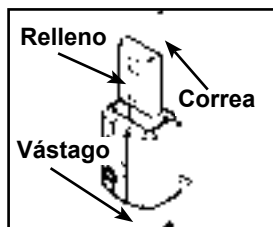
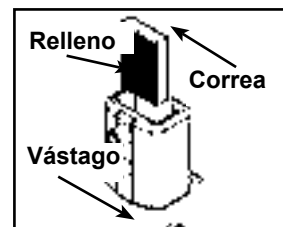

Figura 8A
Figura 8B
- D. Verificar que la correa y el relleno estén instalados correctamente, según lo demostrado en la figura 8A. **NOTA:** No instalar el relleno al revés según lo demostrado en la figura 8B.